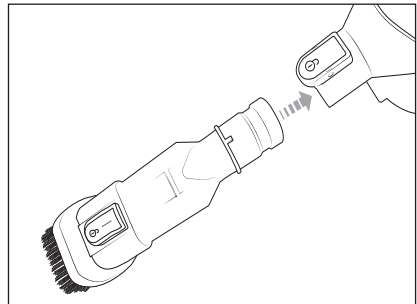

Bild 8
- ◆ För 2-i-1 kombiborsten **8** över produktens sugöppning tills den snäpper fast (se bild 8).